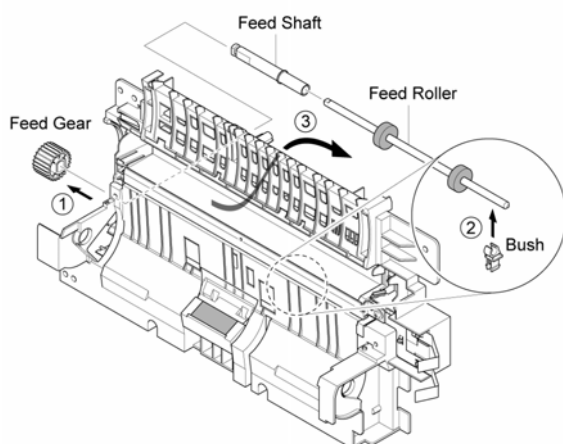

Рисунок 5
9. Снимите шестерню подачи. Освободите ролик подачи из опоры и выньте его из рамы в направлении стрелки, рисунок 5.